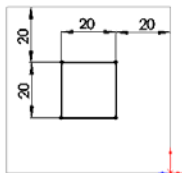

图 5-13 绘制的草图
⑤ 绘制草图。选择菜单栏中的“工具”→“草图绘制实体”→“矩形”命令，在上一步设置的基准面上绘制一个矩形并标注尺寸，结果如图 5-13 所示。